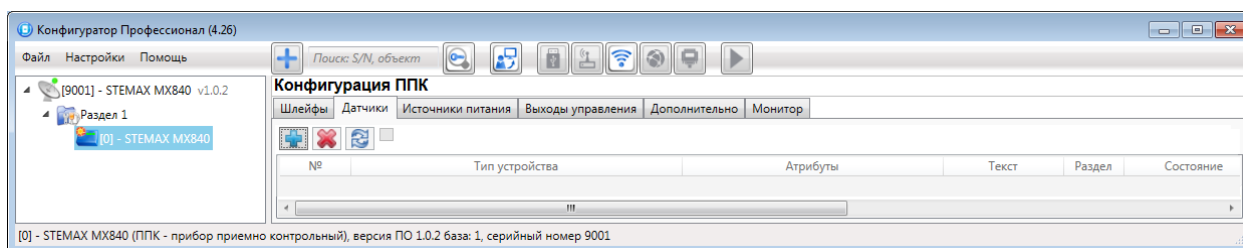

Рисунок 4.35 — Вкладка *Датчики*
4. В верхней части вкладки *Датчики* (см. рисунок 4.35) нажмите кнопку  и дождитесь, пока программа *Конфигуратор Профессионал* запишет модуль расширения в конфигурацию контроллера.
1. На вкладке *Датчики* нажмите кнопку  (см. рисунок 4.35).